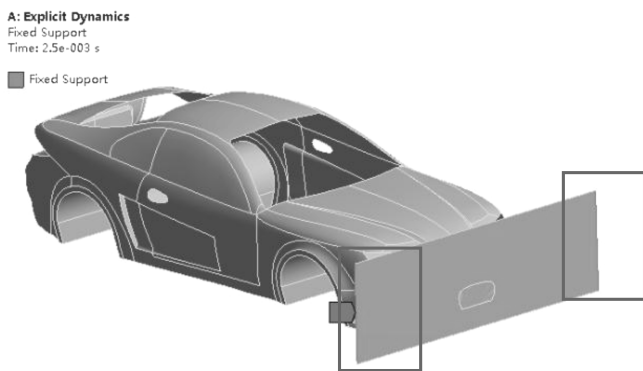

图 6-7 设置约束
(5) 施加约束：在标准工具栏中单击，分别选择平板两端边，然后在环境工具栏中单击【Supports】→【Fixed Support】，如图 6-7 所示。